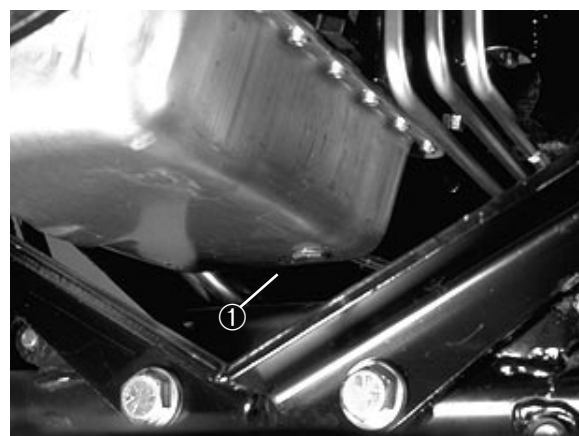

Bild 35
MOTORÖL UND -FILTER (Bild 35 & 36)
1. Die Ablassschraube (Bild 35) entfernen und das Öl in eine Wanne ablaufen lassen. Wenn kein Öl mehr aus dem Kurbelgehäuse strömt, die Ablassschraube mit einer neuen Schraubendichtung (Bestell-Nr. 74-7850) wieder eindrehen.